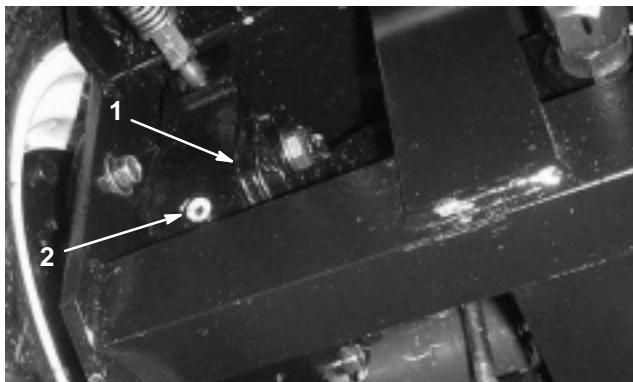

Bild 7
2. Entfernen Sie die Verschlusschraube (Bild 6) vom Planetengetriebe und kontrollieren die Prüfschraube an der Rückseite der Bremse (Bild 7). Der Ölstand muss die Unterseite des Prüflochs an der Rückseite der Bremse erreichen.